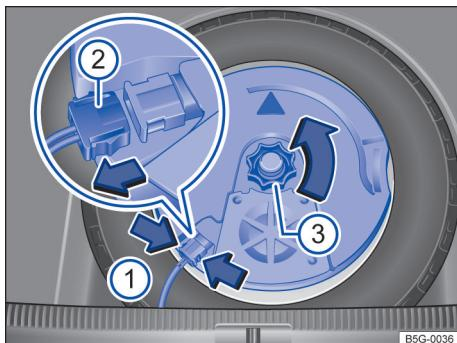

图 241 行李厢内：拆下重低音扬声器
- 用手捏住定位凸缘→图 241（箭头 ①）并压紧到止位，并断开连接插头 ②。
- 拨出连接插头 ②，并将拔出的导线放置一边。
- 将手轮 ③ 沿箭头方向拧出。